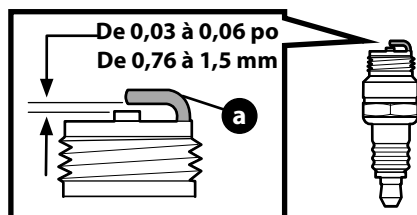

Figure 11
6. Mesurez l'écartement avec une jauge d'épaisseur. Pliez un peu le côté de l'électrode (a) pour ajuster l'écartement (Figure 11). L'écartement doit être de 0,76 à 1,5 mm (de 0,03 à 0,06 po).